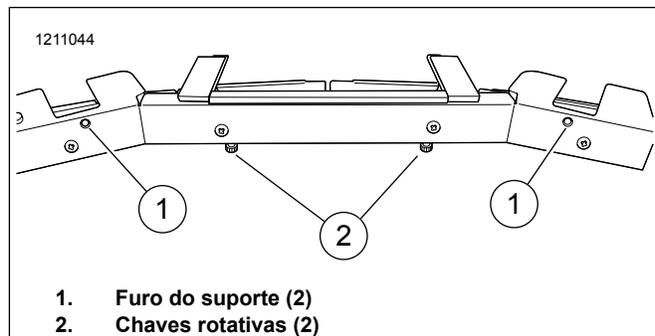

Figura 4. Furos de montagem do suporte
3. Veja a figura 4. Coloque a luz em uma área de trabalho com os botões giratórios (2) virados para baixo e os furos do suporte (1) virados para cima.
12. Veja a figura 4. Aperte o parafuso do suporte de montagem (2) para prender a luz ao para-brisa.